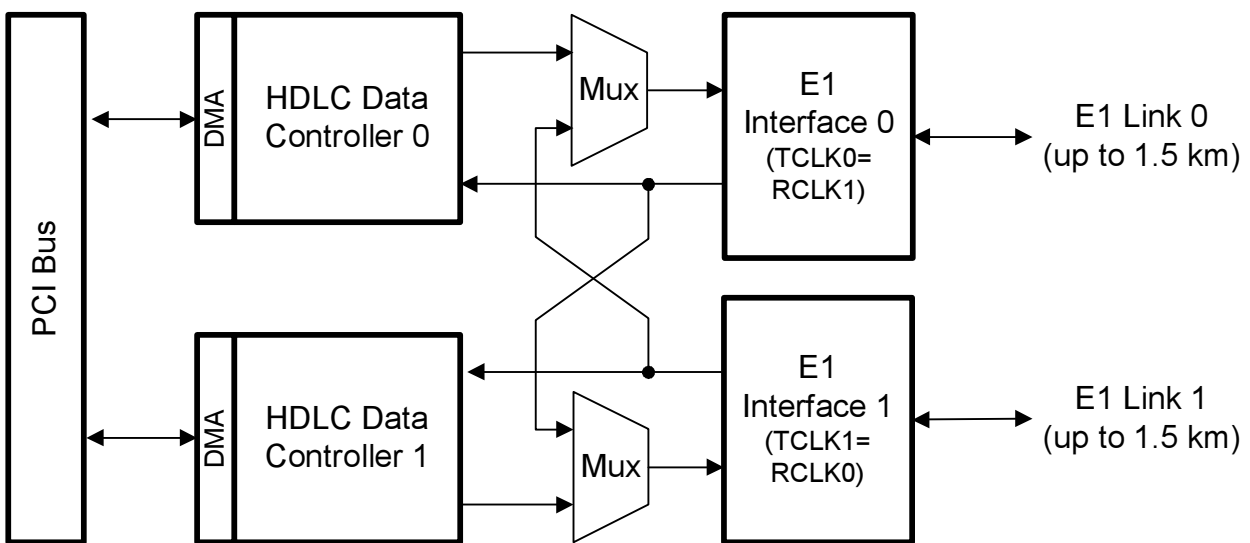

Figure 3: Configuration D - drop-insert multiplexer.
Configuration D: drop-insert multiplexer. The selected timeslots of E1 links are transferred to/from the PC memory. The remaining timeslots are translated between the E1 links (fig. 3).
Конфигурация DI (D). Выбранные каналные интервалы линий E1 поступают в память компьютера. Передаваемые данные замещают часть каналных интервалов. Остальные каналные интервалы транслируются из канала E1-0 в канал E1-1 и обратно (fig.3).